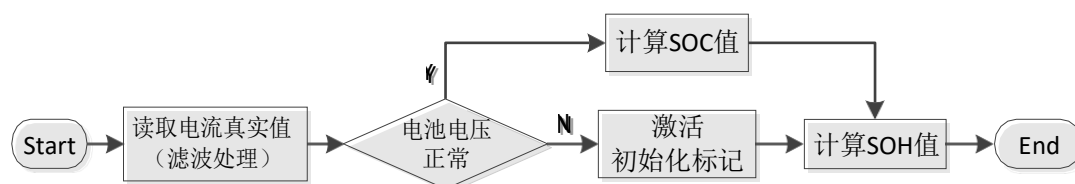

图3.2 SOC 计算的流程图
- a) SOC 计算函数的总流程图如图 3.2 所示，概述了 SOC 计算任务的主要流程；